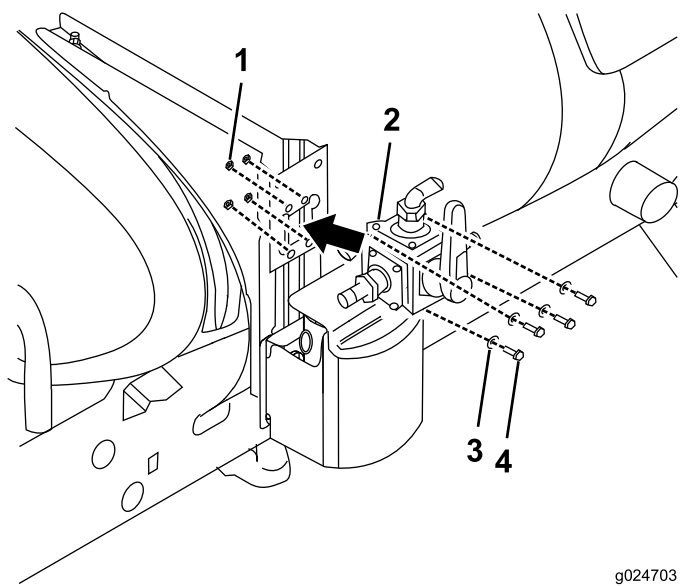

Figura 26
3. Montați supapa cu 4 căi pe suportul pentru supapă (Figura 26) folosind 4 contrapiuli (6 mm).